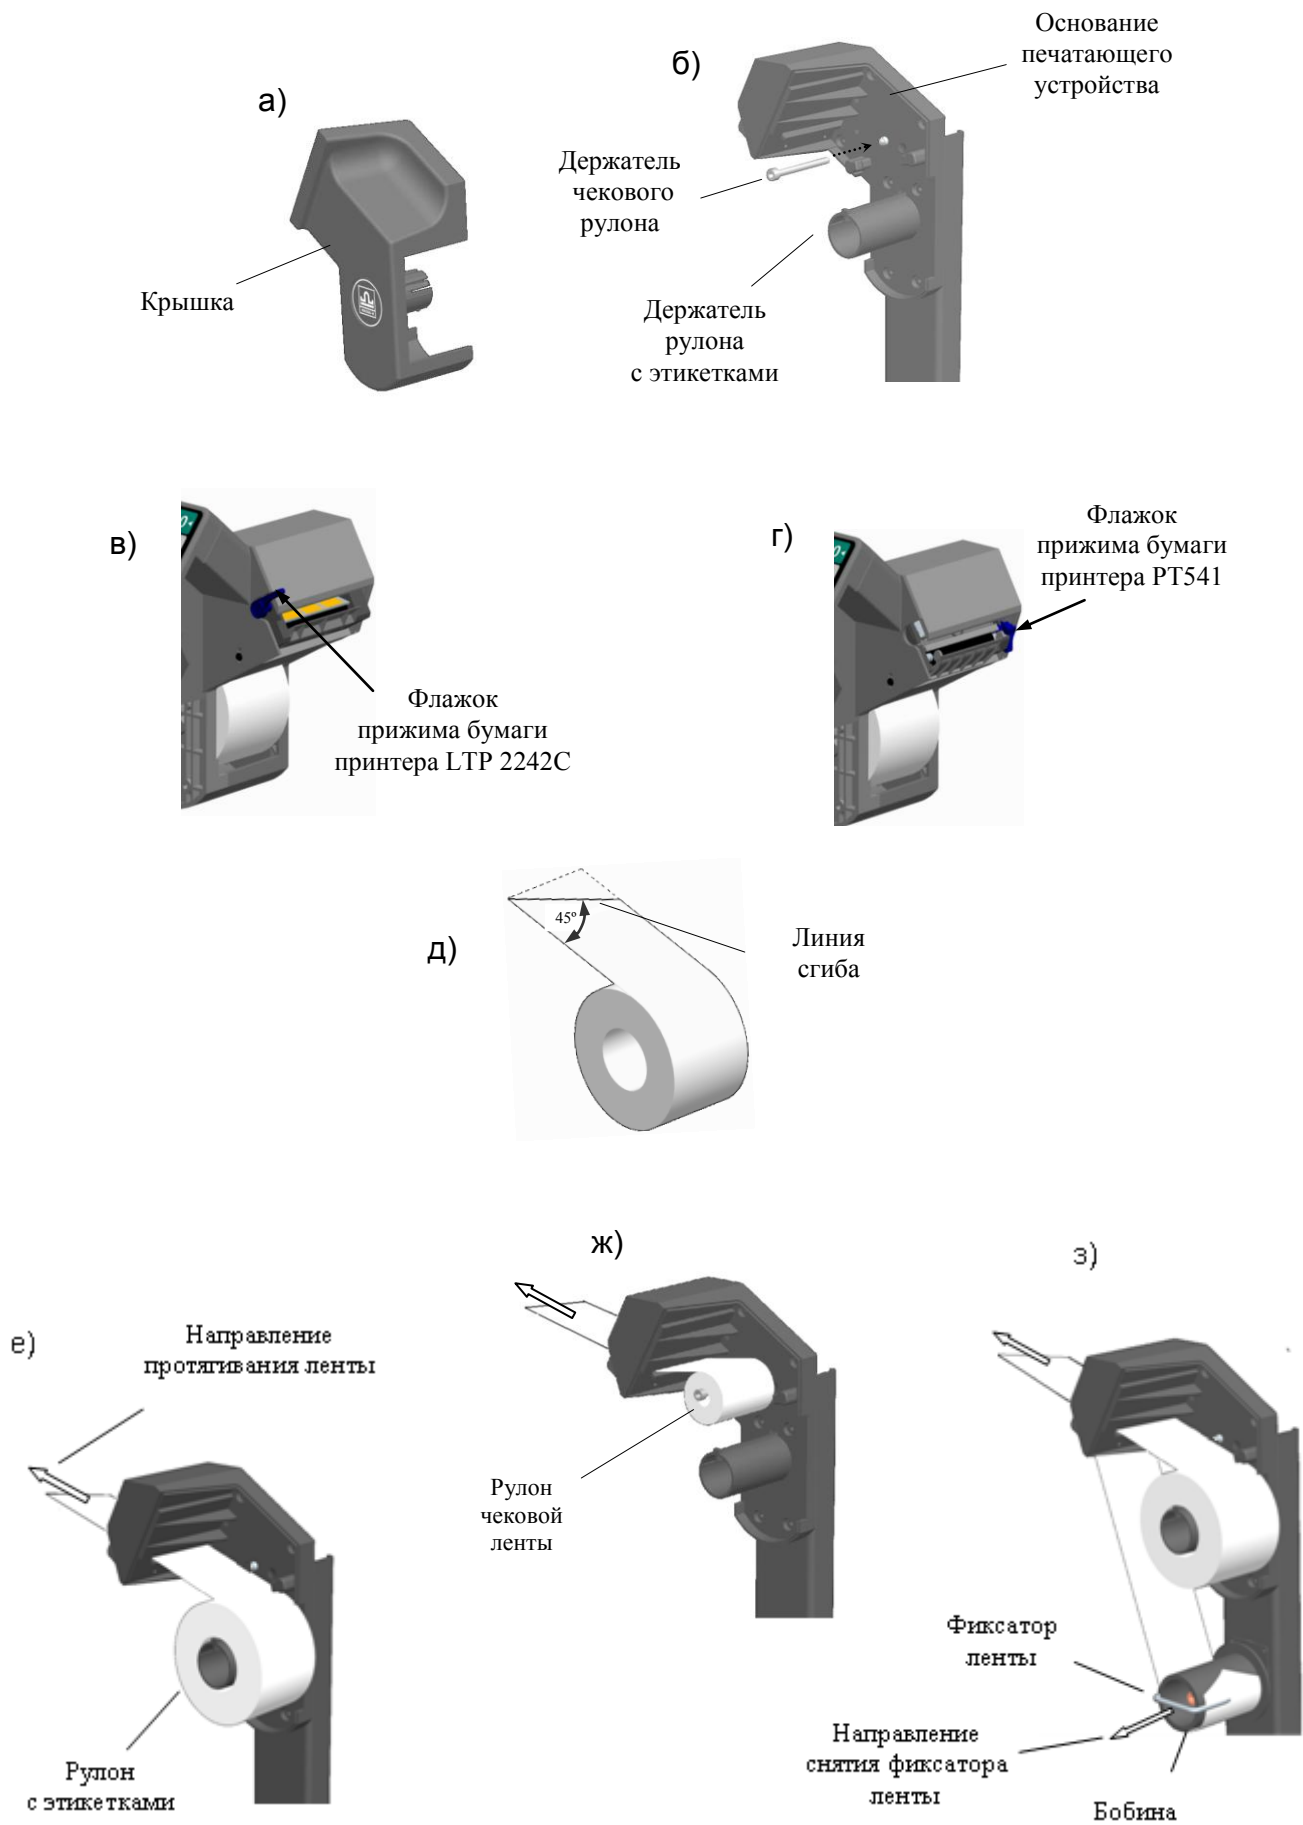

Рис. 2.3 – Установка рулонов в терминалах RP и R2P Дополнить картинку
**☞ Для работы с чековой лентой в терминале необходимо установить держатель чекового рулона (рис. 2.3 б), который входит в комплект поставки.**
- Легким рывком снять крышку печатающего устройства (Рис. 2.3 а, б).
- Поднять флажок прижима бумаги (Рис. 2.3 в, г).
- Плотно согнуть конец ленты нового рулона под углом 45° (Рис. 2.3 д).
- Надеть рулон на соответствующий держатель (Рис. 2.3 е, ж).
- Снять фиксатор с бобины (Рис. 2.3 з).